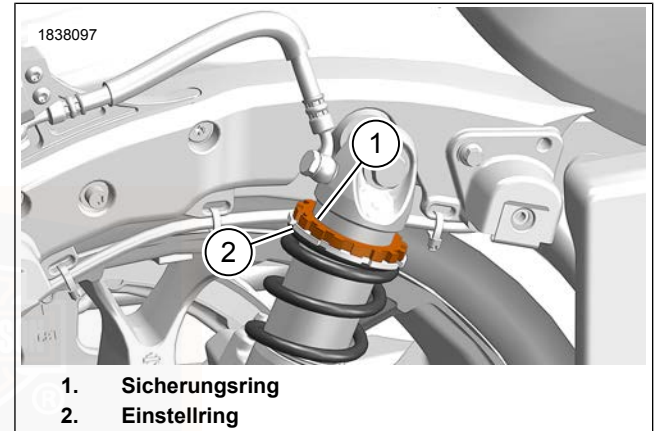

Abbildung 13. Vorspannungseinsteller
4. Siehe Abbildung 13. Den Sicherungsring (1) am rechten Stoßdämpfer mit dem mitgelieferten Hakenschlüssel gegen den Uhrzeigersinn auf MIN drehen.
5. Den Einstellring (2) im Uhrzeigersinn drehen, bis der Abstand von der Oberseite des Einstellrings zur Unterseite des Sicherungsring mit dem berechneten Vorspannungsabstand übereinstimmt, der in den Schritten 2 und 3 oben ermittelt wurde. Siehe Tabelle 21.